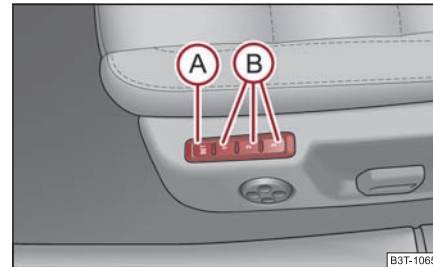

Fig. 80 Scaunul conducătorului: Tastele pentru memorare și tasta SET
- Apăsați tasta **SET (A)** ⇒ fig. 80.
Memory pentru scaun oferă posibilitatea memorării individuale a poziției scaunului conducătorului și a oglinzilor exterioare. Fiecăreia din cele trei taste de memorie **(B)** ⇒ pagina 79, fig. 80 i se poate aloca un reglaj al scaunului. După apăsarea tastei respective **(B)** scaunul și oglinda exterioară vor adopta poziția memorată pe tastă ⇒ pagina 80.
- **Memory-apăsare scurtă:** Apăsați scurt tasta de memorare **(B)** ⇒ pagina 79, fig. 80. Scaunul și oglinzile laterale vor adopta automat poziția memorată (acest lucru este valabil numai pentru situația când contactul este pus și viteza este mai mică de 5 km/h).